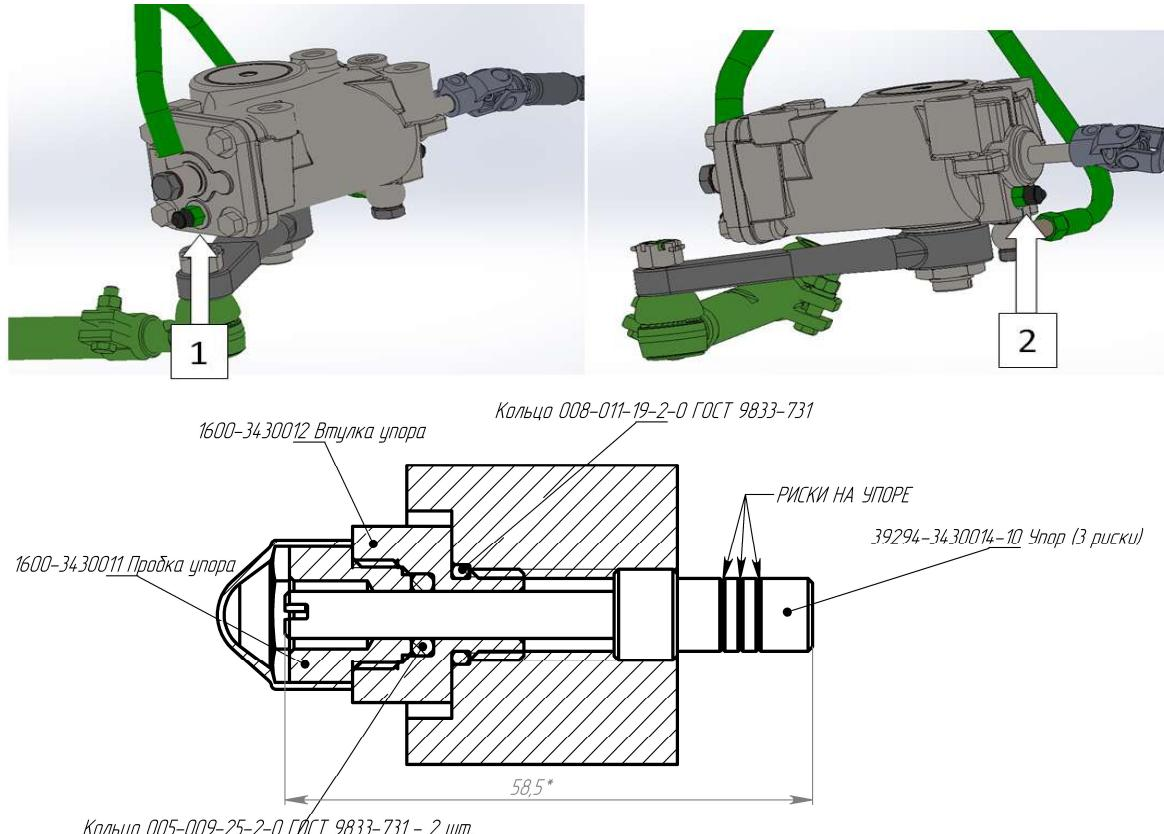

Рисунок 6.29
10. Снять защитные колпачки ограничительных винтов 1 и 2 (Колпачок №13 на болт M8 черный) с рулевого механизма (рисунок 6.29).
а) Ослабить «Пробки упоров 1600-3430011», придерживая «Втулку упора 1600-3430012». Вывернуть против часовой стрелки упоры 39294-3430014-10 (рисунок 6.29) ограничительных винтов 1 и 2.